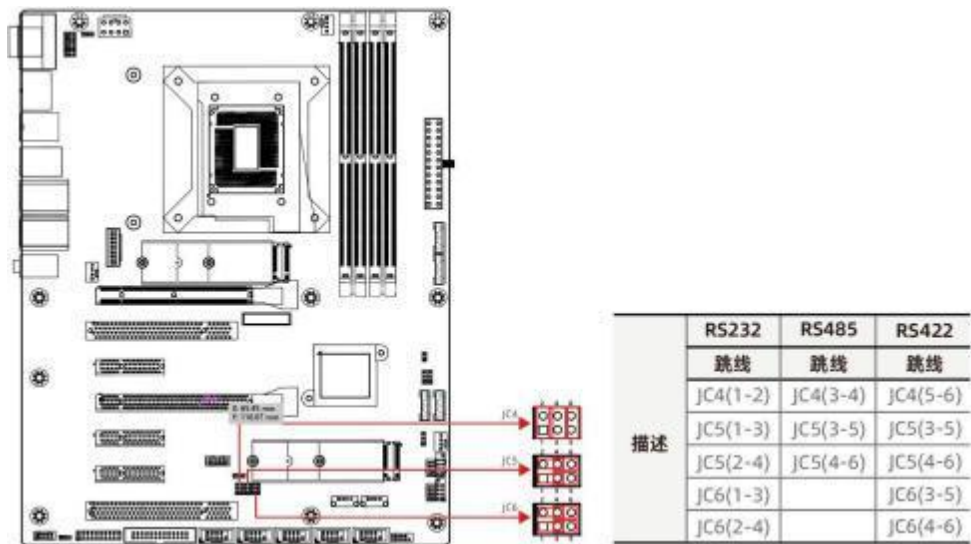

图 5-4 JC4/JC5/JC6 跳帽接口
- JC4/JC5/JC6 为 JCOM2 的 R232 和 R485 和 R422 模式切换跳帽，如图 5-4 所示。若硬件 jumper 设置为 RS232 或 RS485，同时需要在 BIOS 里同时将此选项设置为 RS232 或 RS485。